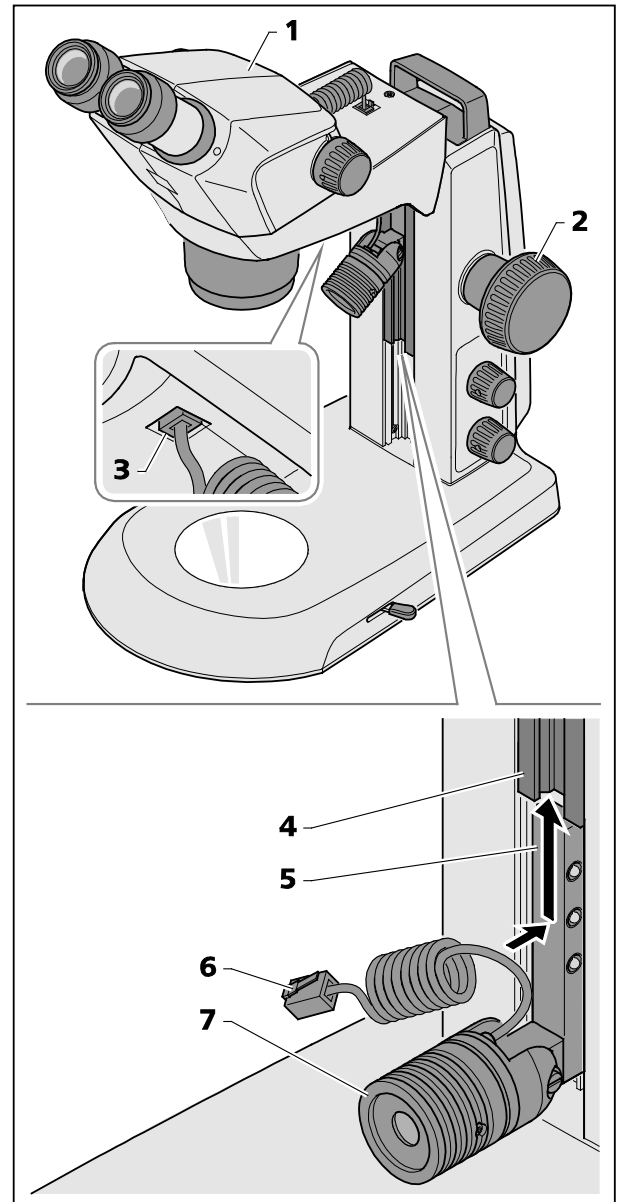

Bild 12 Spot-Leuchte montieren
- Den Mikroskopkörper (Bild 12/1) mittels Fokussierknopf (Bild 12/2) in die oberste Position fahren.
- Die Spot-Leuchte (Bild 12/7) mit dem Halter (Bild 12/5) von unten in die Führung (Bild 12/4) des Stativs einsetzen und bis in die gewünschte Position nach oben schieben.
- Das Anschlusskabel (Bild 12/6) der Spot-Leuchte in die untere Buchse des Stemi-Trägers (Bild 12/3) einstecken.